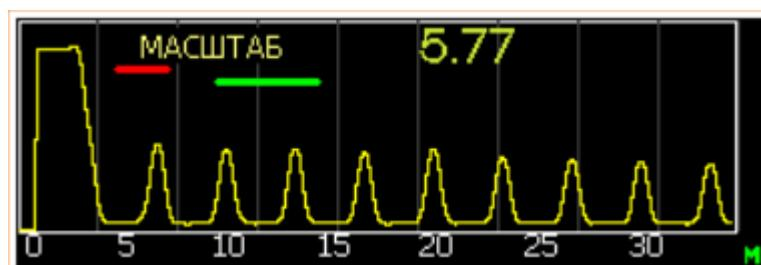

Рисунок 3.2 – Режим изменения масштаба на А-скане
3.2.5.1 Для начала настройки нажать на кнопку  . На экране появится надпись «МАСШТАБ» (Рисунок 3.2).